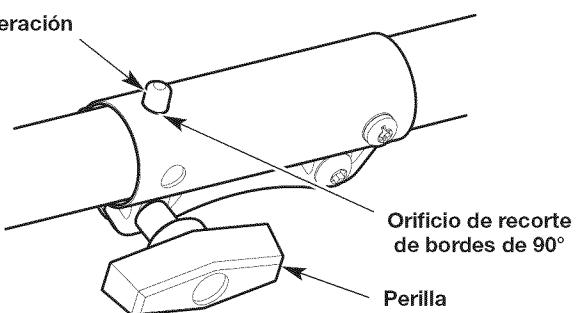

Fig. 18
1. Gire la perilla en el sentido contrario a las agujas del reloj para aflojar el acoplador (Fig. 18).
2. Oprima y mantenga apretado el botón de liberación (Fig. 18).
3. Rote el accesorio hasta que el botón de liberación entre a presión firmemente dentro del orificio de rebordes de 90° (Fig. 18).
4. Gire la perilla en el sentido de las agujas del reloj para apretar el acoplador (Fig. 18).